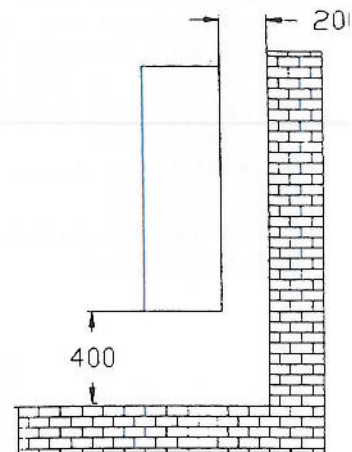

Fig. 4
- * Fritt utrymme runt om värmepumpen är viktig så att luften utan hinder kan passera genom aggregatet, se fig. 4.